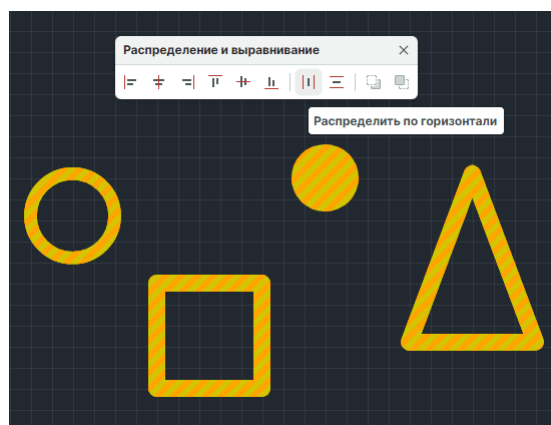

Рис. 317 Выбор инструмента
2. На панели «Распределение и выравнивание» выберите инструмент «Распределить по горизонтали», который обозначен иконкой , см. Рис. 317.